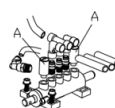

Fig 23
2. Slăbiți amortizoarele supapelor (A) corespunzătoare pedalei de deschidere/închidere a falcilor și pedalei separatorului de talon (Fig. 23)
3. Curățați amortizoarele cu aer comprimat; dacă sunt deteriorate, înlocuiți-le conform listei de piese de schimb. (Fig. 23)